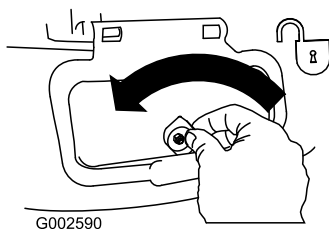

Bild 35
1. Entriegeln Sie die Seitenauswurfklappe (Bild 35).